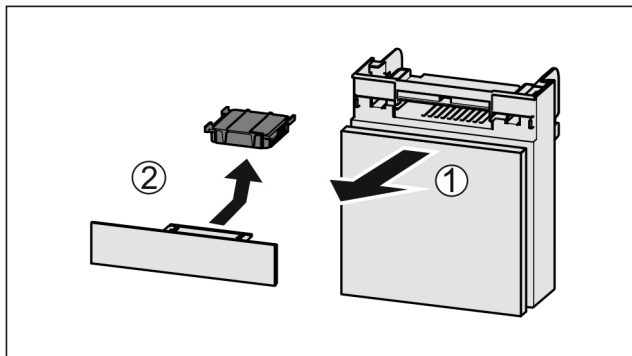

Fig. 205
- Pretinac izvucite Fig. 205 (1) prema naprijed.
- Izvadite filter s aktivnim ugljenom Fig. 205 (2).